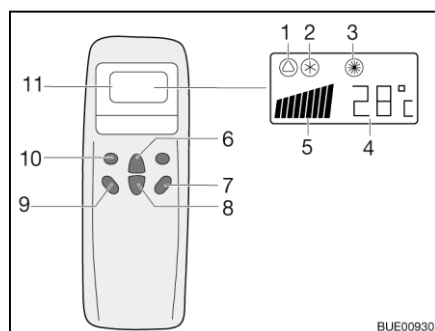
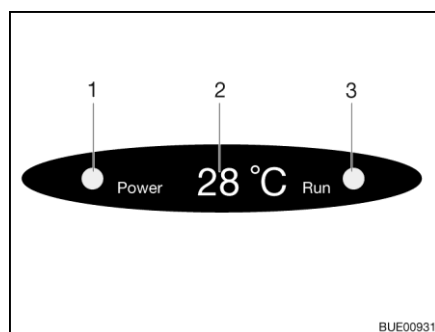

Fig. 140 Télécommande
Fig. 141 Affichage sur le diffuseur
- Appuyer sur la touche "ON/OFF" (Fig. 140,7).
- Appuyer sur la touche "Mode" (Fig. 140,10) autant de fois que nécessaire pour que le mode de fonctionnement souhaité (Fig. 140,1, 2 ou 3) s'affiche à l'écran. Le voyant de contrôle correspondant s'allume sur l'écran du diffuseur (Fig. 141,3).
- Régler la température souhaitée avec les touches d'augmentation de la température (Fig. 140,6) ou de diminution de la température (Fig. 140,8).
- Sélectionner le niveau de ventilation souhaité à l'aide de la touche de vitesse du ventilateur (Fig. 140,9).